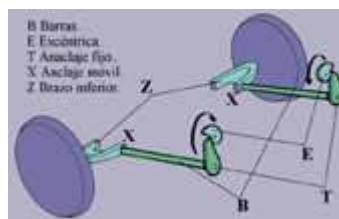

Fig. 19
En este sistema, para la suspensión del eje delantero, se montan las barras (B) en sentido longitudinal y paralelas (fig. 19).